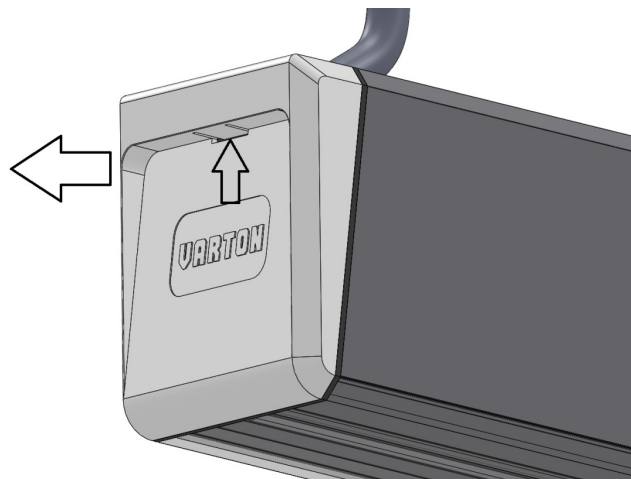

Рис.2
2. Нажмите на фиксатор и снимите декоративные крышки с двух сторон (см. Рисунок 2)